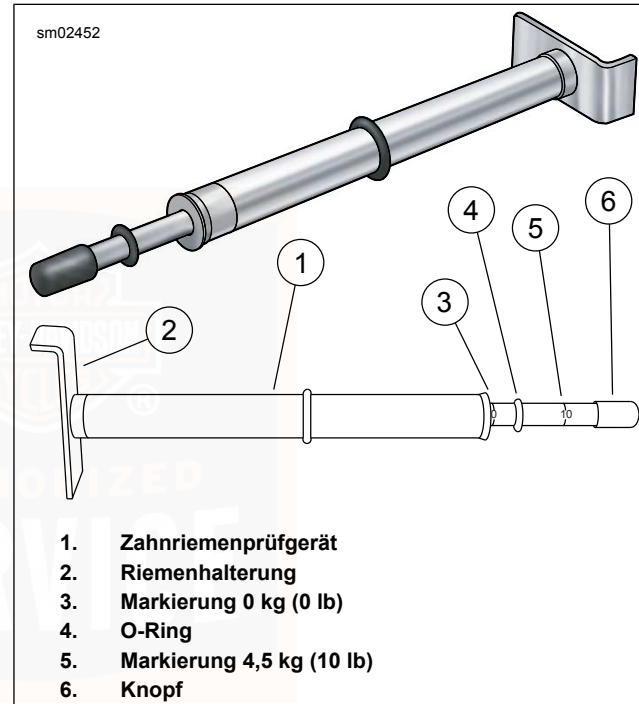

Abbildung 105. Zahnriemenprüfgerät
3. Siehe Abbildung 105. Messung der Riemendurchbiegung mit: